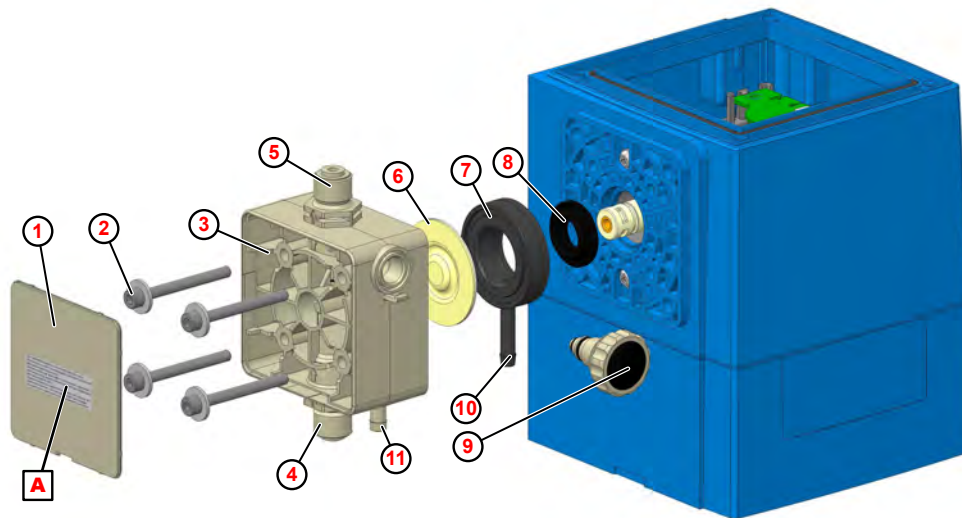

Fig. 23: Sustitución del cabezal de la bomba, la membrana y la membrana protectora
1. ➤ Destornillar las válvulas de aspiración y de descarga ( Fig. 23 , ④ y ⑤ ).
2. ➤ Desenroscar el tornillo de purga ⑨ (sólo al cambiar el cabezal de la bomba).
3. ➤ Retirar la placa cobertora ① en el cabezal dosificador.
4. ➤ Aflojar y retirar los tornillos del cabezal de la bomba ② .
5. ➤ Quitar el cabezal de la bomba ③ .
6. ➤ Destornillar la membrana ⑥ .
7. ➤ Sacar la placa intermedia ⑦ .
8. ➤ Sacar la membrana protectora ⑧ del empujador.
10. ➤ Insertar la placa intermedia de forma que la salida de rotura de membrana ⑩ señale hacia abajo.